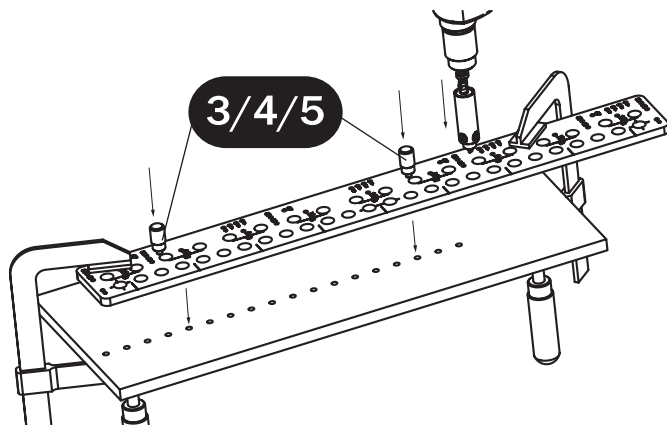

Fig. 7
Il procedimento della lavorazione viene rappresentato nella raffigurazione (Fig. 7). Dopo lo smontaggio dell'arresto estremo (pos. 2) la dima si può far avanzare sul bordo del pezzo di lavoro. Il perno di centraggio serve per il fissaggio dell'ultimo foro e per il mantenimento del passo di 32mm (pos. 3/4/5). Insieme alla dima vengono forniti i perni del diametro di 8mm, di 5mm e di 3mm. Il procedimento è uguale a quello della foratura nel piano con l'unica differenza che il perno di centraggio viene sostituito con l'arresto frontale. Per posizionare la dima in linea con i fori già effettuati usate i due perni di centraggio posizionati nella maggior distanza possibile uno dall'altro.